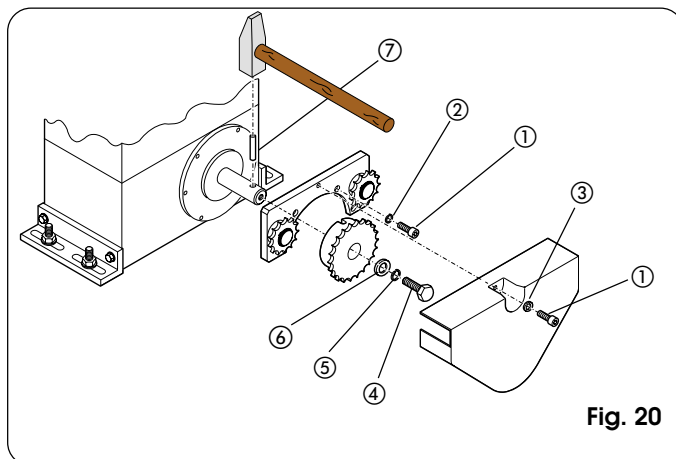
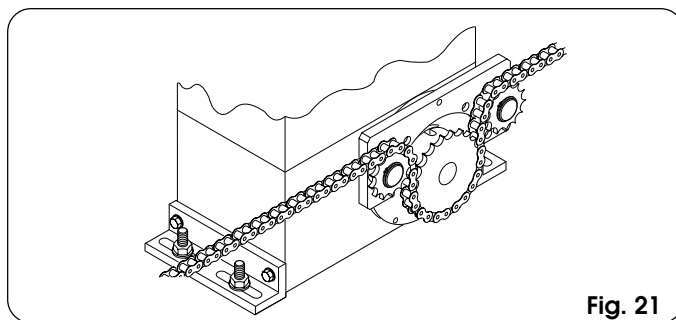

Fig. 20
Fig. 21
4.5.2. MOD. 844 ER RF (Fig. 20 - 21)
- 1) Introduire le goujon élastique ⑦ dans l'arbre en utilisant un marteau.
- 2) Appliquer sur la bride du motoréducteur la patte des renvois fous, en utilisant les quatre vis ① (M5 x 12) et les rondelles spécifiques ② présentes dans le kit de la Fig.20.
- 3) Appliquer le pignon à chaîne sur l'arbre en faisant coïncider les logements du pignon sur le goujon élastique et serrer la vis ④ et les rondelles spécifiques ⑤ et ⑥.
- 4) Passer la chaîne d'après la Fig.21 et monter le carter de protection avec la vis ① et la rondelle ③ d'après la Fig.20.